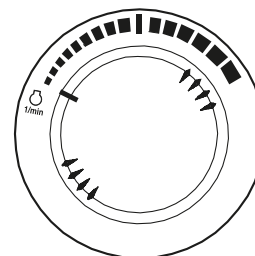

Figura 15
1. Encienda el motor a "IDLE BAJO" (sin carga) durante cinco minutos (Figura 15).